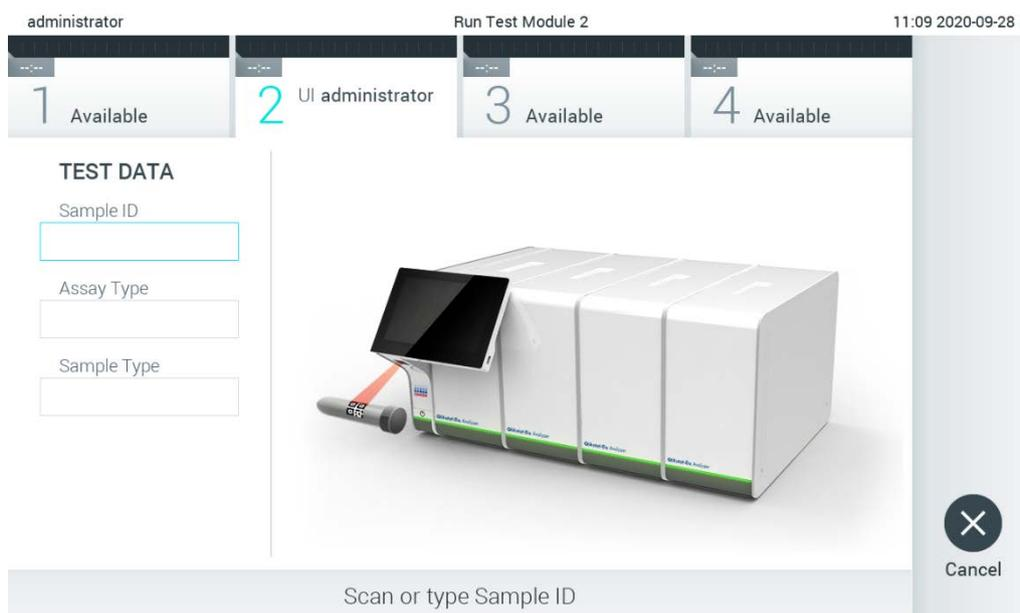

Figura 75. Escaneo del código de barras del identificador de la muestra.
2. Cuando se le indique, escanee el código de barras del identificador de muestra con el lector de códigos de barras que está integrado en el módulo operativo (figura 75).